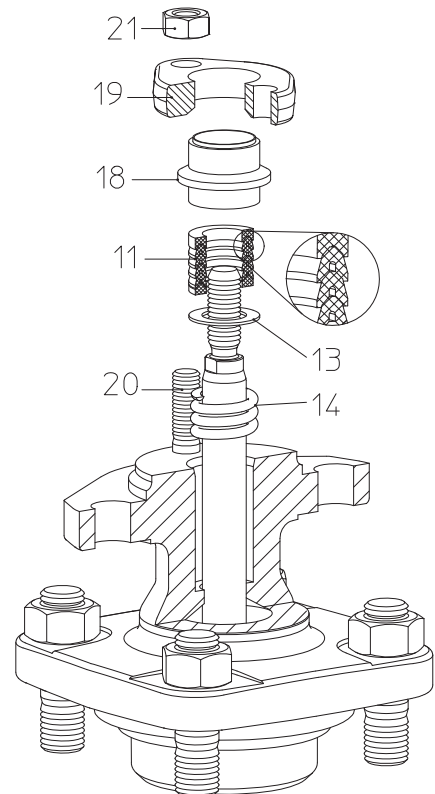

Fig. 10: Garniture d'étanchéité à chevrons DN15-150
- Lors du remplacement des garnitures forme toit (pos. 11), veillez au bon ordre et à la position correcte de montage des pièces constituantes (voir Fig. 10).